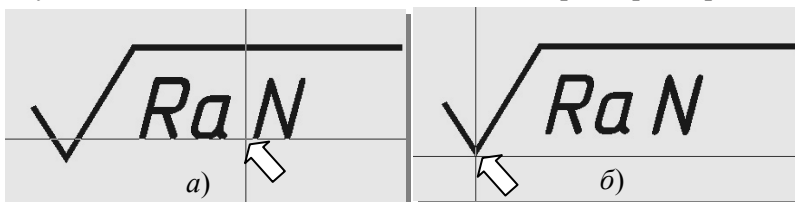

Рис. 11.31. Указание точки вставки: а) атрибута, б) блока
Укажите на экране точку вставки атрибута относительно знака и обозначения параметра шероховатости (рис. 11.31, а).
Вследствие вызова команды откроется диалоговое окно (см. рис. 9.29). В текстовом поле списка **Name** (Имя) введите имя создаваемого блока, например, «Ra». В качестве точки вставки создаваемого блока в чертеж укажите вершину нижнего излома знака (рис. 11.31, б). В качестве объектов для блока выберите все, что приведено на рис. 11.31. Не забудьте выбрать атрибут (N).